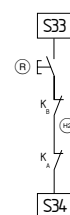

Fig. 8
**Bouton "marche" externe (avec détection des flancs) (voir Fig. 8)**